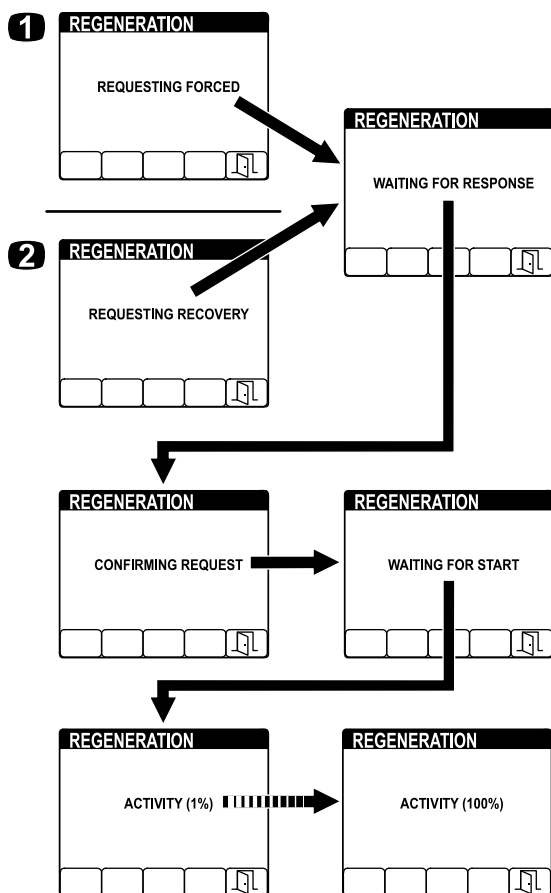

Figure 52
4. L'InfoCenter affiche une série d'écrans (Figure 52) pendant la régénération :